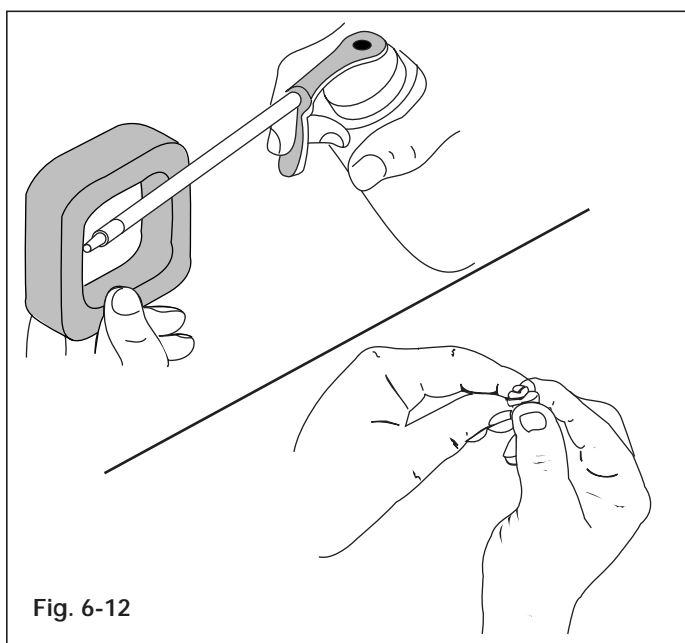

Fig. 6-12
4. Aplique suficiente aceite de motor limpio SAE 30 para apenas recubrir el filtro (Fig. 6-12).
5. Apriete el filtro para desparramar y eliminar el exceso de aceite (Fig. 6-12).